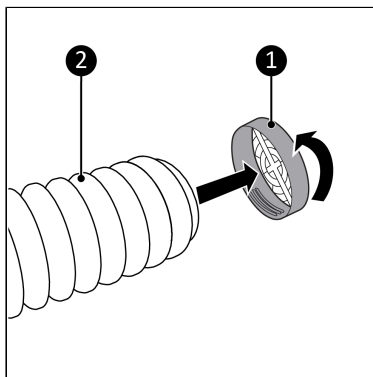

Figure 67.
2. Reliez le raccordement de kit de fenêtre (Figure 67, pos. 2) à l'autre extrémité du flexible de sortie d'air chaud (Figure 67, pos. 1).